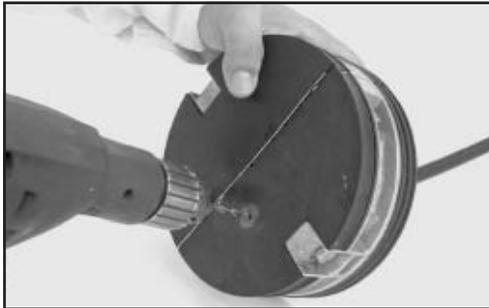

Figura 35
8.2 Haga un agujero con la agujereadora y mecha adecuadas, cerca del área de entrada del cable. (Figura 35).